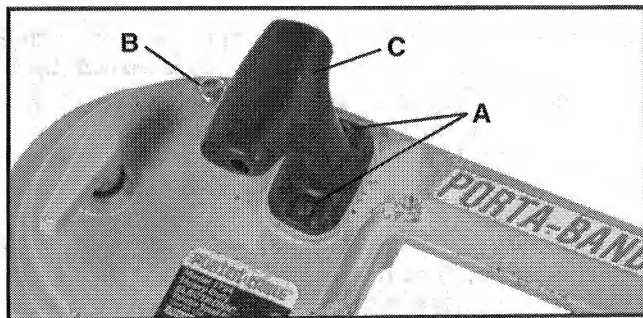

Fig. 6
1. Quite las siguientes piezas de la sierra de cinta (vea la Fig. 6): los dos tornillos (A), el pomo (C) y el tornillo (B). Guarde el pomo y el tornillo (B) para uso futuro. Los tornillos (A) se utilizarán en el paso 5 que aparece más adelante.